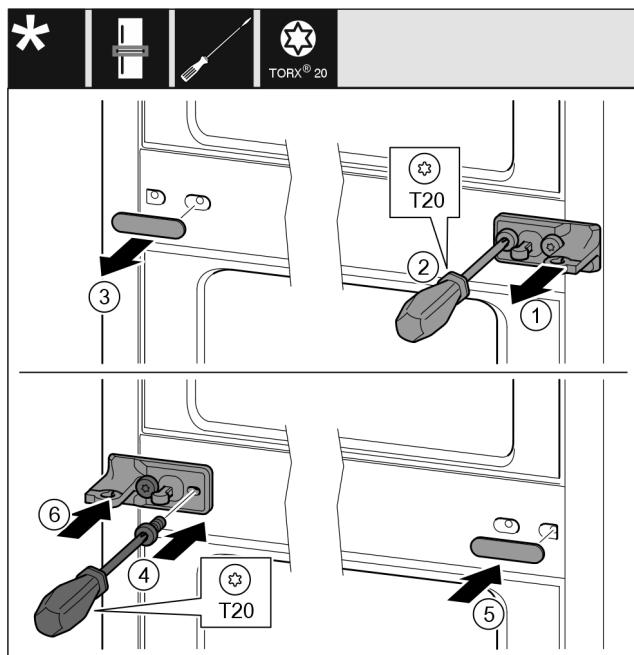

Fig. 41
- Stáhněte podložku Fig. 41 (1).
- Šroubovákem vyšroubujte šrouby Fig. 41 (2).
- Opatrně stáhněte kryt Fig. 41 (3).
- Stojan ložiska s fólií Fig. 41 (4) otočený o 180° pevně přišroubujte na druhé straně.
- Kryt Fig. 41 (5) otočený o 180° připevněte na druhé straně.
- Zepředu nasuňte podložku Fig. 41 (6).